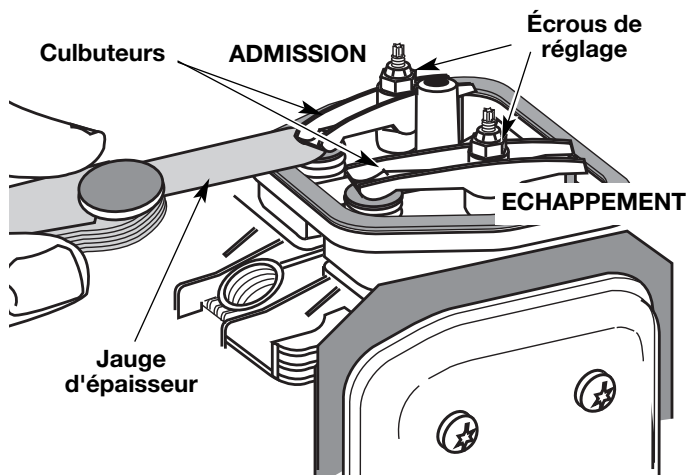

Fig. 37
9. Glissez la jauge d'épaisseur entre le culbuteur et le ressort de rappel de la soupape. Mesurez le jeu entre la tige de soupape et le culbuteur (Fig. 37). Faites-le pour les soupapes d'admission et d'échappement.
Servez-vous d'une jauge d'épaisseur d'automobile standard de 0,127 et 0,381 mm (0,005 et 0,015 po). La jauge d'épaisseur devrait pouvoir glisser entre le culbuteur et la tige de soupape en rencontrant une faible résistance mais sans coller (Fig. 37 & 38).